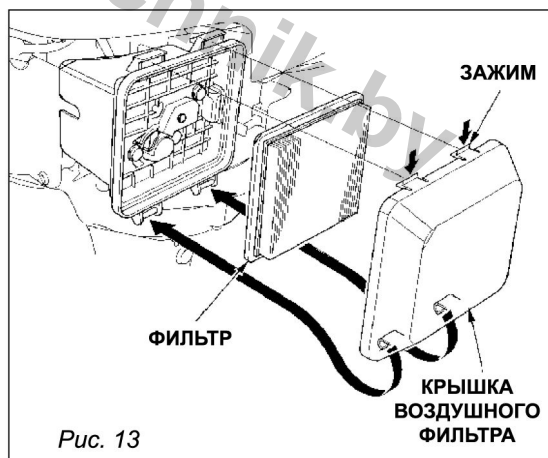

Рис. 13
1. Нажмите на защелки и снимите крышку воздушного фильтра, *рис. 13*;